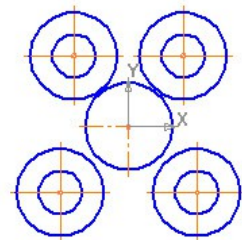

Рис.1,в
3. Выделив **«рамкой»** последние две окружности, скопируем их, поместив их центры в точку «2» с координатами  $X=20$ ,  $Y=26$  (Рис.1,б)